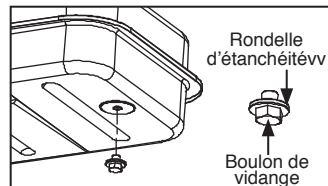

Figure 10. Boulon de vidange
2. Retirez le boulon de vidange (en bas, à l'arrière du réservoir à combustible) en vous servant d'une douille de 3/4 po ou d'une clé à molette, et videz le réservoir. (Pour les modèles DFA135C/180CV/220CV uniquement.) (Voir Figure 10)
5. À l'aide de la douille de 3/4 po ou de la clé à molette, remplacez le boulon de vidange sur le réservoir à combustible. (Pour les modèles DFA135C/180CV/220CV uniquement.) (Voir Figure 10)